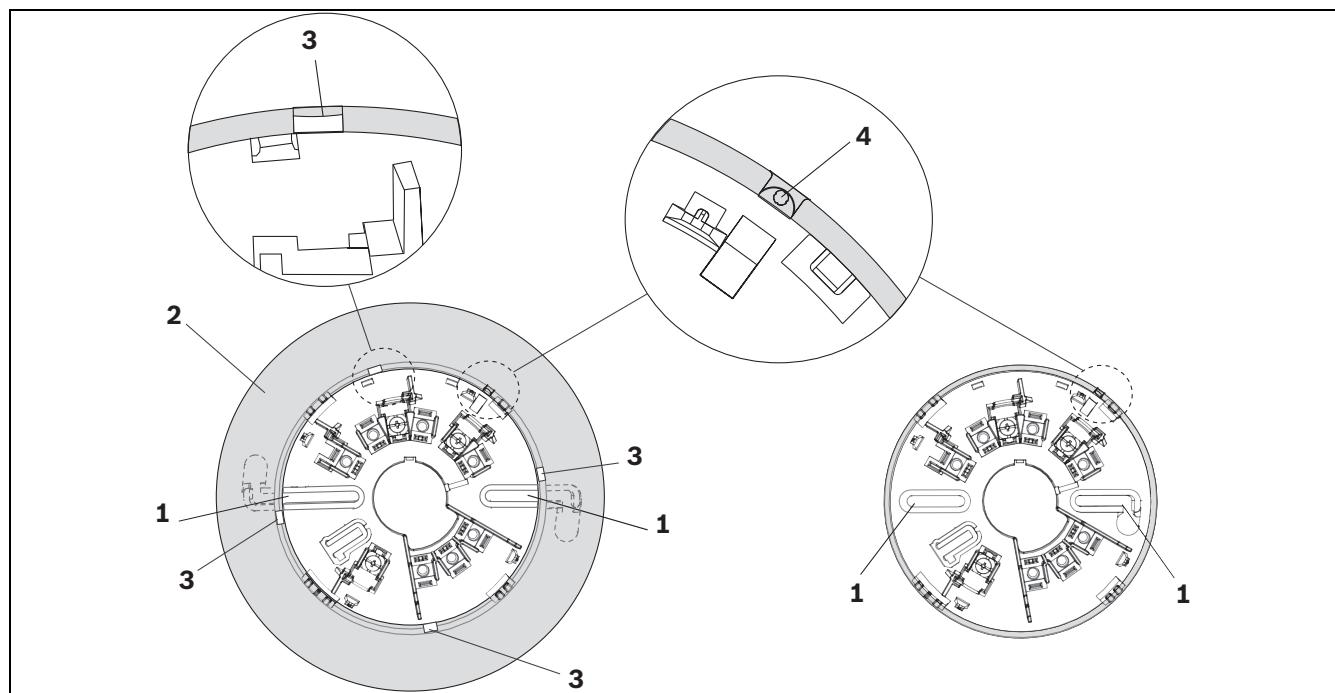

Figura 4.1 Bases de montaje de 6 y 4 pulgadas
- Monte la base a través de los dos orificios de montaje rectangulares (consulte la *Figura 4.1*, posición 1). Si monta el detector con una base de 6 pulgadas, en primer lugar retire la carcasa (2) de la base de montaje. Para ello, utilice un destornillador y libere las 4 pestañas (3).
- Gírela en el sentido de las agujas del reloj hasta que el cabezal del detector se ajuste en su sitio y se alinee con la ranura semicircular (4).
Si coloca un imán en el punto de prueba sobre la ranura semicircular del cabezal (consulte la *Figura 4.1*, Página 22, posición 4) el indicador LED se encenderá en rojo. Si mantiene el imán en la ubicación indicada durante más de 6 segundos, la unidad enviará una señal de alarma a la central y el indicador LED cambiará a rojo fijo hasta que el panel la rearme. Si retira el imán antes de que transcurran los 6 segundos, la unidad volverá al estado en el que estaba y no enviará ninguna señal de alarma. Si lo hace, tendrá que rearmar la unidad.